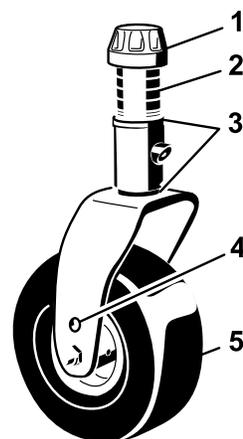

Рисунок 78
1. Снимите натяжную гайку с вала шпинделя (**Рисунок 78**) и извлеките шпиндель из рычага поворотного колеса. Переустанавливайте регулировочные прокладки так, как требуется, чтобы поднимать или опускать поворотное колесо, пока режущий блок не будет иметь надлежащий шаг.